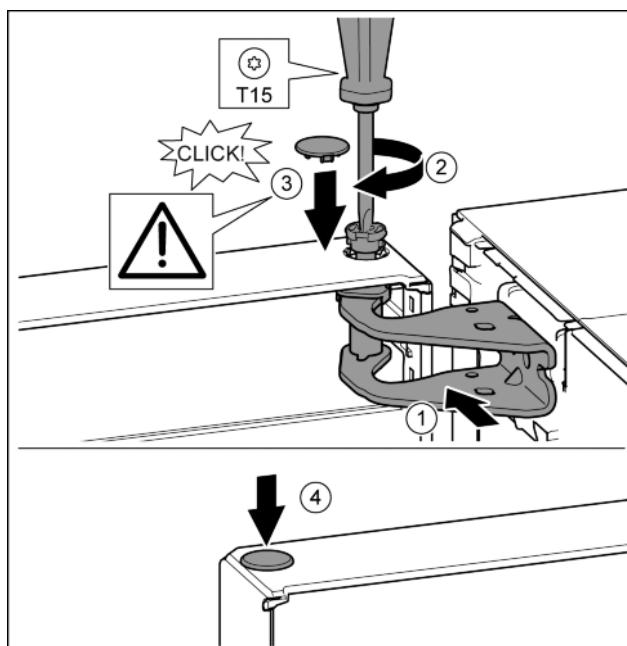

Fig. 18
- Deur boven uitlijnen op de opening in de lagerbus. Fig. 18 (1)
- Bouten aanbrengen en met schroevendraaier T15 vastschroeven. Fig. 18 (2)
- Veiligheidsafdekking voor de veiligheid van de deur monteren: Veiligheidsafdekking aanbrengen en controleren of deze op de deur rust. Anders bout volledig aanbrengen. Fig. 18 (3)
- Stop aanbrengen. Fig. 18 (4)